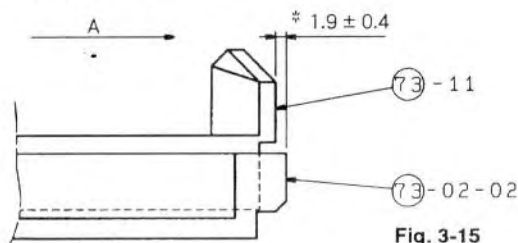

Fig. 3-15
• For reinstalling the Cassette Holder, refer to Fig. 3-15.
2. (73)-02 Holder Block
• Cassette Holderの取り付けは、Fig. 3-15を参照。